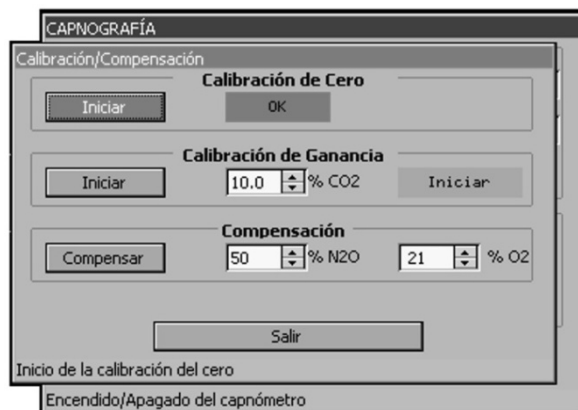

Figura 14-3 Calibración/Compensación de CO₂
- 5 Aparece el menú **Calibración/Compensación** (Figura 14-3) y se inicia una calibración de cero de manera automática, espere a que la misma finalice.